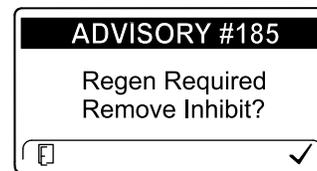

Figura 12
**Nota:** Se l'InfoCenter è impostato per inibire la rigenerazione, ogni 15 minuti l'InfoCenter visualizza il messaggio ADVISORY #185 (Figura 12), mentre il motore richiede una rigenerazione di ripristino.